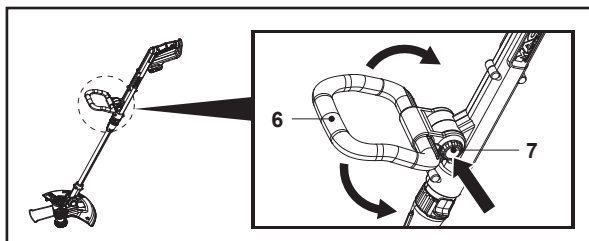

Fig. 4
1. Apasă elementul de blocare a mânerului auxiliar (7) (fig. 4).
2. Reglează mânerul auxiliar (6) (fig. 4).
3. Eliberează elementul de blocare a mânerului auxiliar (7).
4. Asigură-te că mânerul auxiliar (6) se blochează în poziție.